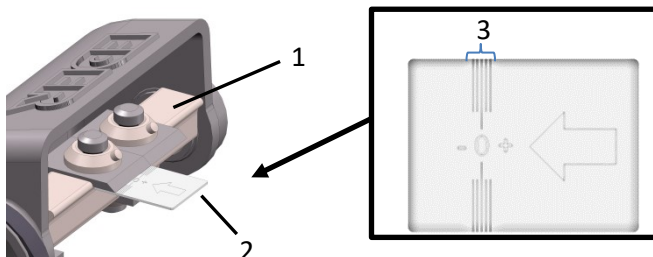

Fig. 7: Regolazione dei coltelli
- > Far scorrere il calibro di regolazione (2 - Fig.7) sotto il coltello in direzione della freccia fino al cilindro di scortecciatura (1 - Fig.7).
Attenzione: il tagliente del coltello deve trovarsi nell'area contrassegnata (3 - Fig.7).